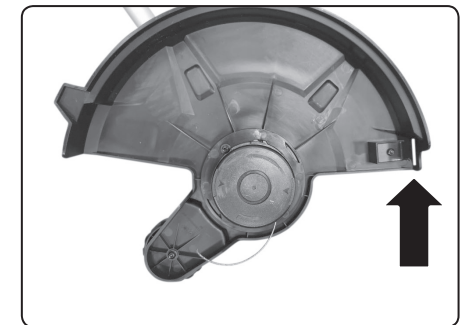

Abb. 5
- Vergewissern Sie sich vor Inbetriebnahme des Trimmers, dass der Faden durch das Loch im Träger (siehe Pfeil in Abb. 5) gefädelt ist und dass die Trägerabdeckung (Abb. 1, Position 16) ordnungsgemäß am Träger angebracht ist. Um den Faden zu verlängern, ziehen Sie zuerst den hervorstehenden Teil des Fadens von Hand an und drücken Sie dann den Knopf am unteren Ende des Kopfes auf der gegenüberliegenden Seite. Bei jedem Drücken der Taste, während am Fadenende gezogen wird, wird der Mähfaden verlängert. Alternativ wird die Überlänge des Fadens bei Inbetriebnahme des Trimmers mit einem Messer (Abb. 1, Position 15) abgeschnitten.